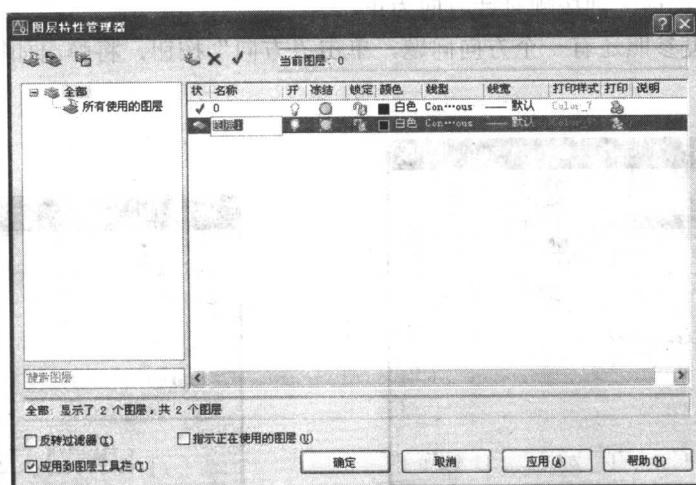

图 1-3 “图层特性管理器”对话框
(1) 启动“图层特性管理器”。选择“格式”→“图层”命令，即可打开“图层特性管理器”对话框，如图 1-3 所示。